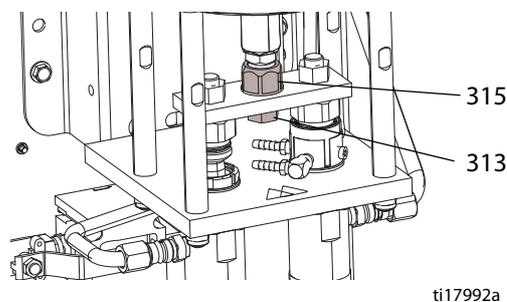

Рис. 1
- Одним ключом придерживая шток поршня, снимите переходник (315) с помощью другого ключа. См. Рис. 1.
- Нанесите на переходник (315) резьбовой герметик средней прочности. Одним ключом придерживая шток поршня, установите переходник (315) с помощью другого ключа. Затяните с усилием 32-38 футо-фунтов (43-51 Н•м). См. Рис. 1.